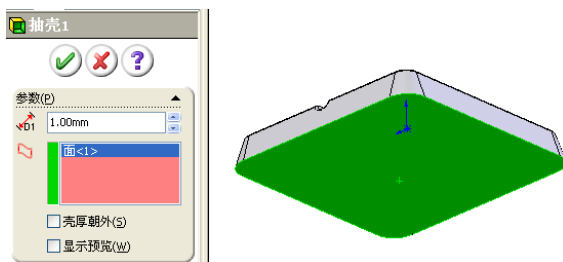

图 1-18 “抽壳”特征
(8) 单击【抽壳】按钮，出现【抽壳】属性管理器，在【移出的面】中，选择“面 1”，在【厚度】文本框内输入“1mm”，单击【确定】按钮，如图 1-18 所示。